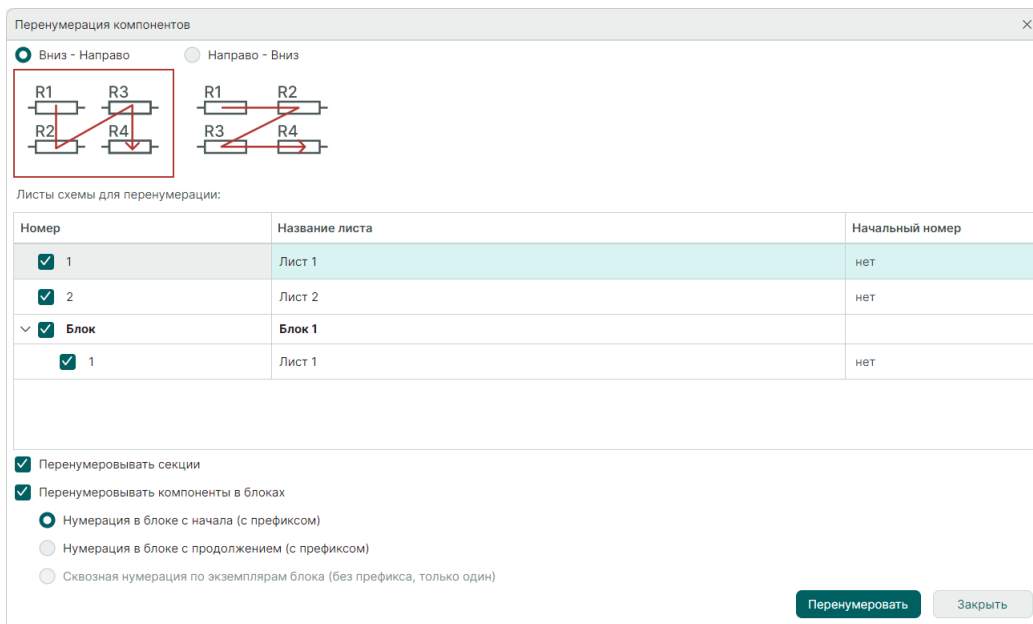

Рис. 212 Окно «Перенумерация компонентов»
- Выберите направление нумерации. Порядок перенумерации соответствует направлению стрелок: «Вниз-направо» или «Направо-вниз» относительно оси Y, см. Рис. 212.